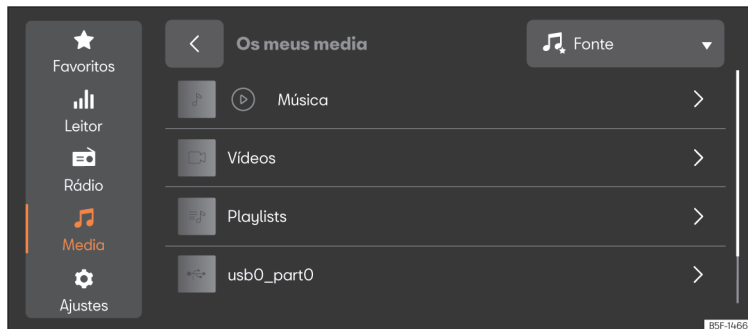

Fig. 171 Representação esquemática: Vista Multimédia.
- Pressione **HOME** > > > > **Fig. 171**.